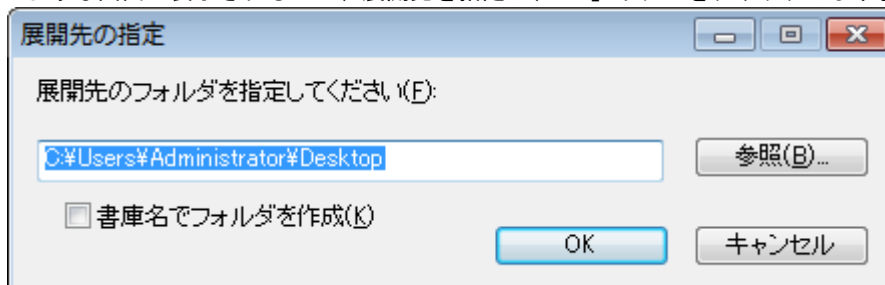

図 5-1-1. SigmaWin+展開先指定
- ① 弊社端末上で、〈開発環境 CD-ROM〉¥MECHATROLINK¥TOOL¥SigmaWinPlusJ_558.exe を実行します。
- ② 図 5-1-1 のような画面が表示されるので、展開先を指定し、「OK」ボタンをクリックします。